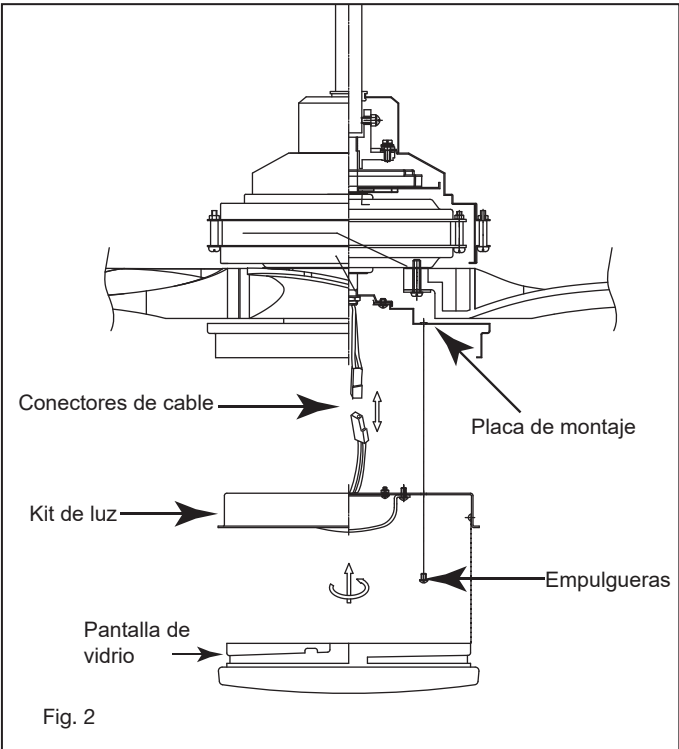

Fig. 2
- 4 Retire uno de los tres tornillos de la placa de montaje ubicada en el motor del ventilador. Afloje los otros 2 tornillos. (No quitar) (Fig. 2)
- 5 Mientras sostiene el kit de luz LED debajo de su ventilador, realice las conexiones del enchufe polarizado: (Fig. 2)